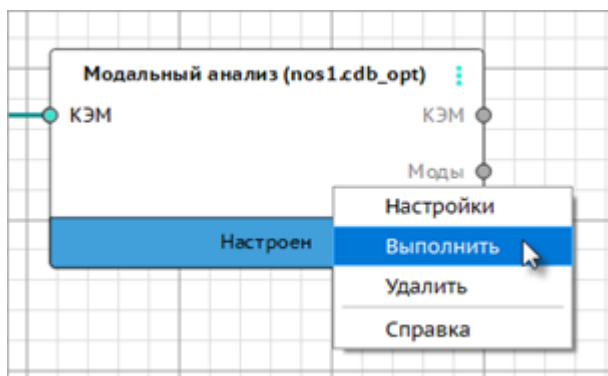

Рисунок 98 – Контекстное меню карточки. Команда «Выполнить» Аналогичным способом выполняется остановка выполнения расчета задачи:
2. В контекстном меню карточки выбрать команду «Выполнить» (Рисунок 98).